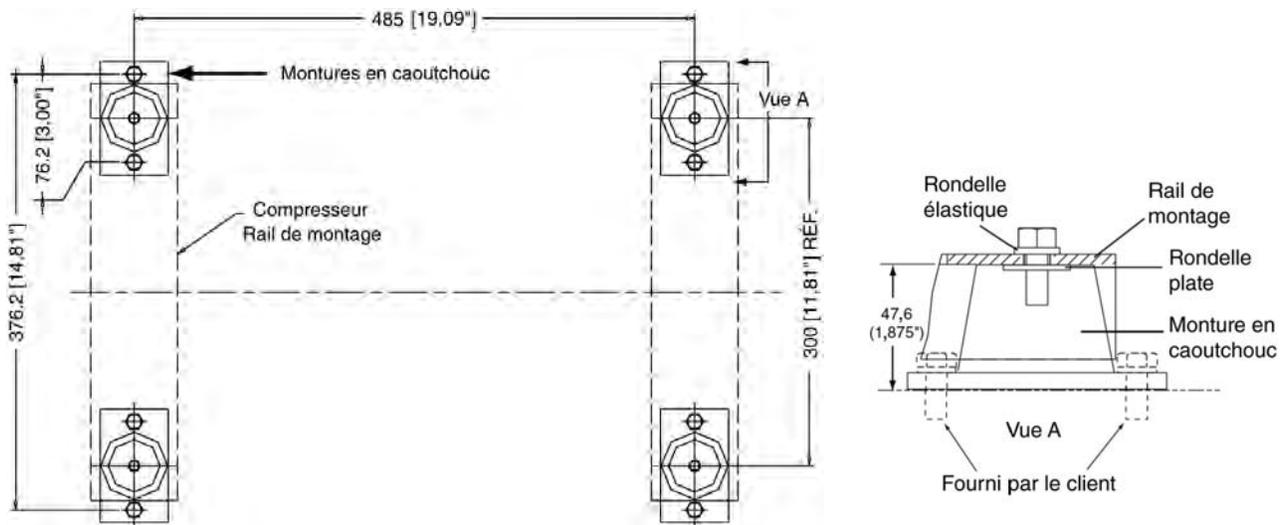

Figure 65 Détails du montage du compresseur
1. En tenant compte des dimensions de l'encombrement indiquées à la Figure 65, percez deux trous de 9 mm (11/32") dans le châssis de chaque monture en caoutchouc.